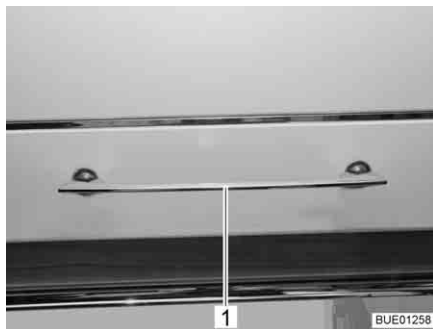

Bild 54 Skåplucka med låshandtag
- Tryck ner låshandtaget (Bild 54,1) och håll det nedtryckt.